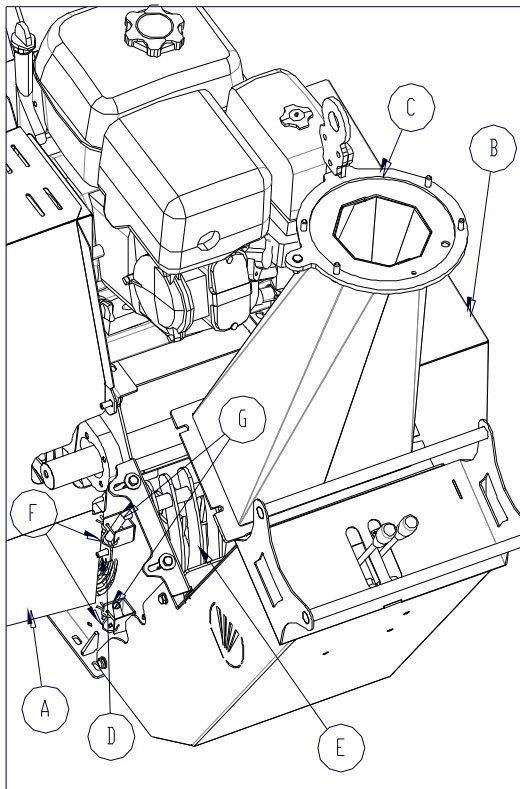

Fig. 13 – Sostituzione martelli
Per ruotare o sostituire i martelli, togliere il carter cinghie (A), togliere il carter pompa (B) e smontare il tubo di lancio (C) e i due coperchi copriforo (D) (Fig. 13) presenti sul corpo macchina. Smontare il vaglio (E) togliendo prima le 2 copiglie (F) e i perni (G) (Fig. 13).
Per ruotare o sostituire i martelli, togliere il carter cinghie (A Fig. 13), togliere il carter pompa (B), smontare il tubo di lancio (C) e i due coperchi copriforo (D) presenti sul corpo macchina. Smontare il vaglio (E) togliendo prima le due copiglie (F) e i perni (G) (Fig. 13).
Svitare la vite (V Fig. 13bis) e sfilare il perno (P Fig. 13 bis) recuperando martelli e distanziali. Se fosse necessario, scaldare la vite con una pistola termica. Ruotare o sostituire i martelli e rimontare eseguendo le operazioni inverse. Per rimontare nella giusta sequenza i distanziali fare riferimento alla figura 13ter. Un montaggio errato può provocare dannose vibrazioni alla macchina.